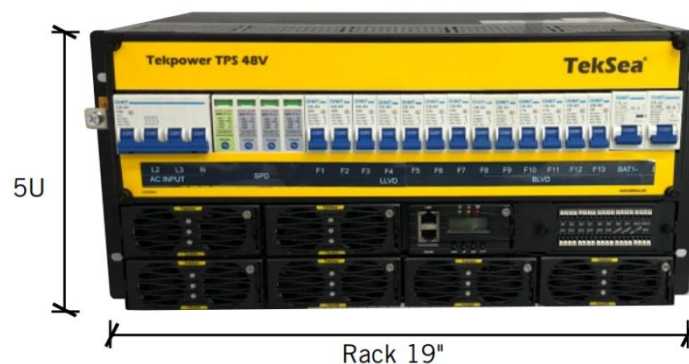

Figura 1 - Sistema TPS48300
Os Sistemas Retificadores (SR) da família Tekpower modelo **TPS48** são utilizados para suprir energia em corrente contínua para equipamentos de energia e telecomunicações. Estes sistemas são compostos por unidades retificadoras modulares, comutadas em alta frequência que possuem alta eficiência energética. Fornece energia com tensão de -48V e a corrente de saída máxima de até 2400A. A Figura 1 representa um sistema de -48V com capacidade de 300A acomodado em sub-bastidor para rack 19".